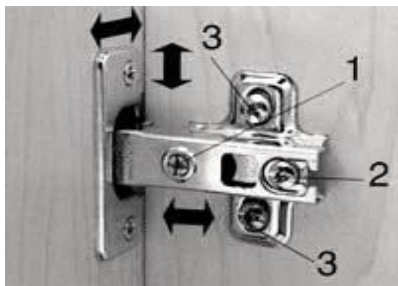

Рис.1
2. Навесьте и отрегулируйте дверь-рис.1.